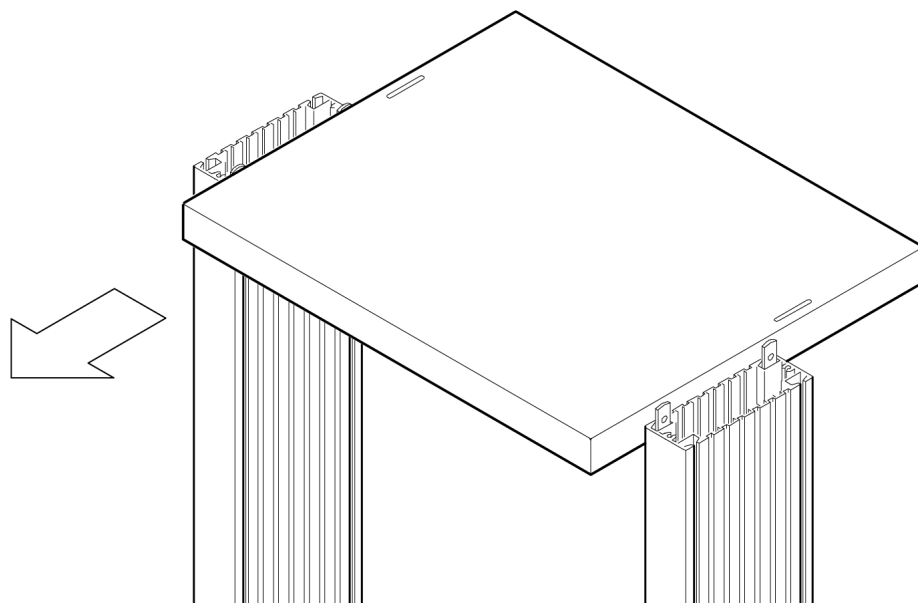

図 11: ハーフサイズの棚板の調整
2. 図 11 に示すように、脚部アセンブリ間で、棚板を水平に位置決めします。ハーフサイズの棚板は、前方向に出ている部分よりも後ろ方向に大きく張り出しています。